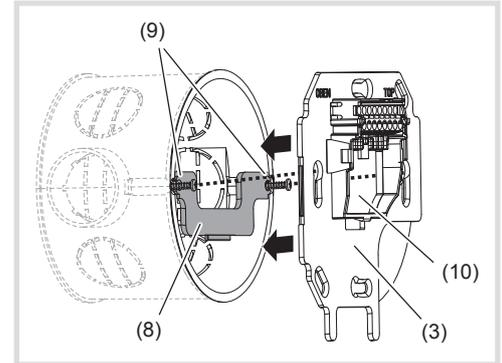

Bild 6: Montage auf Gerätedose
- Versteifungselement (8) an der Sollbruchstelle von der Tragplatte abtrennen.
- Bei Montage auf Gerätedose (Bild 6):
- Versteifungselement (8) auf Gerätedose aufsetzen, so dass die glatte Fläche nach vorne zeigt und die äußeren Befestigungsanker (9) auf den Schraubdomen der Gerätedose liegen.